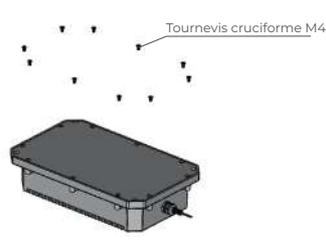

Figure 06
- Retirez les vis fixant le couvercle du boîtier à l'aide d'un tournevis cruciforme de taille M4. Voir la figure 06.